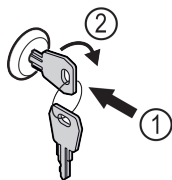

Fig. 58 Vejledende illustration
- Sæt nøglen i Fig. 58 (1).
- Drej nøglen 90° med uret Fig. 58 (2).